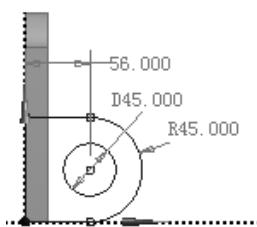

图 3.3.18 截面草图 Sketch2
(1) 定义草图平面并选取草图命令。在“草图绘制”工具条中的 **XYPPlane** 下拉列表中选择 **ZXPlane** 平面为草图平面，单击工具条中的“New Sketch”按钮 ，在选项卡区打开 **Sketching** 选项卡进入草图绘制模式。
(2) 绘制图 3.3.18 所示的截面草图。